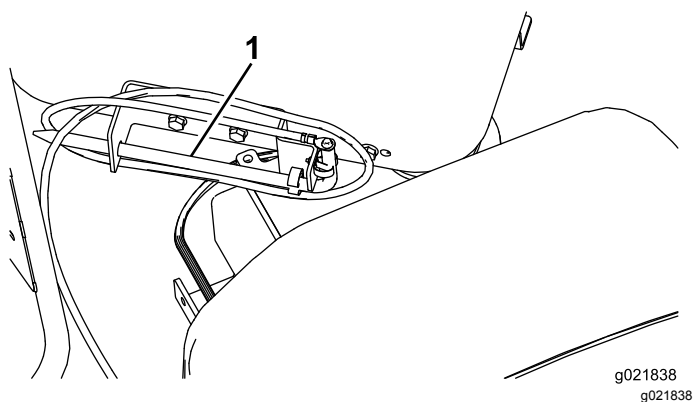

Рисунок 43
1. Удалите кол заземления с держателя на стороне платформы оператора (Рисунок 43).